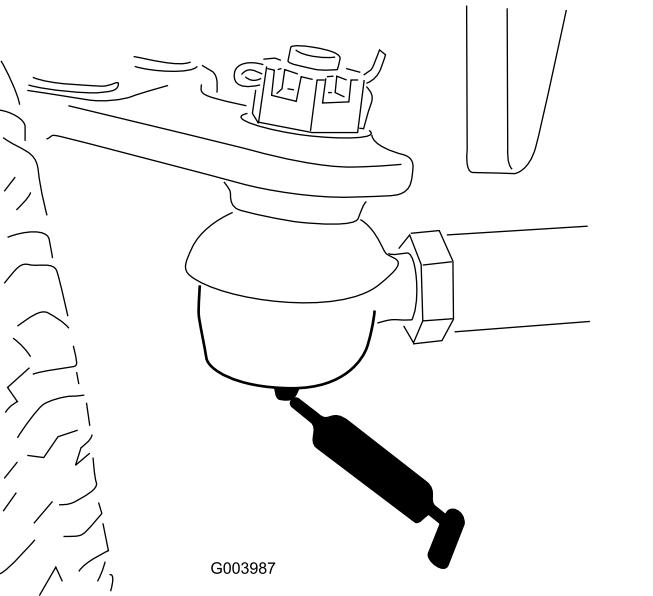

Figura 31
- Tirante del ponte posteriore (2) — Figura 31